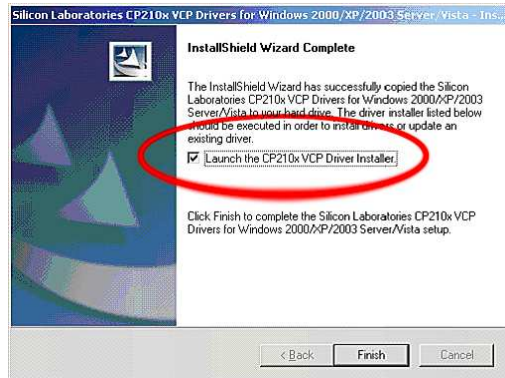

Рисунок 6.12
– на экране появится окно (рисунок 6.12). Установить флажок в окне "Launch the CP210x VCP Drive Installer" и для завершения установки щелкнуть по кнопке **Finish**.